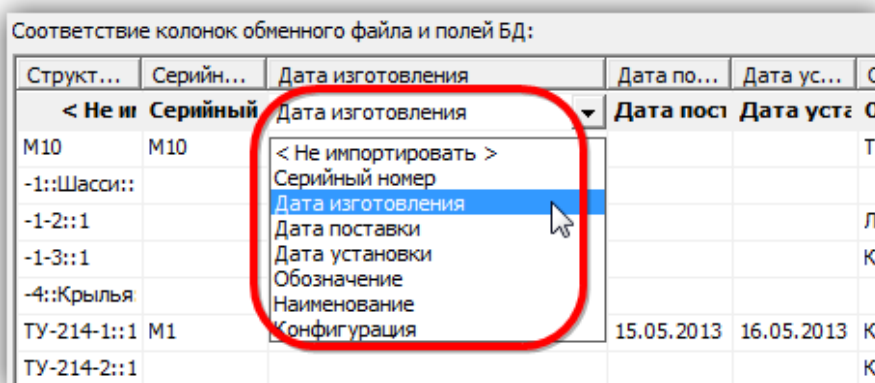

Рис. 13-63 – Установление вручную соответствия колонок в файле и полей БД
– В случае если соответствие между колонками в обменном файле и полями БД не удалось установить автоматически, задайте его вручную. Для этого раскрыть список полей БД, нажав кнопку в правой части ячейки в строке «Поле БД», и выбрать нужное значение (рис. 13-63).